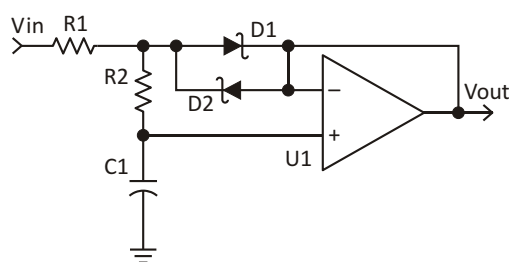

Рисунок 1. Генератор пилообразного напряжения.
1. В схеме использован малогабаритный ферритовый сердечник ($\mu = 2000$, габариты 12.7 7.15 4.90 мм) компании Fair-Rite, серийный номер которого указан на схеме (Рисунок 1).
В статье продемонстрирован простой способ формирования из ступенчатого входного сигнала пилообразного напряжения с почти постоянной скоростью нарастания. В базовой схеме используется единственный операционный усилитель (Рисунок 1). Если бы схема основывалась на интеграторе, таких усилителей, в типичном случае, потребовалось бы три.
Предположим, что для питания схемы требуется положительное напряжение, но в вашем распоряжении есть только источник отрицательного напряжения. Получить в этом случае положительное напряжение из отрицательного при достаточно высоком КПД можно с помощью стандартной микросхемы повышающего преобразователя (Рисунок 1). Напряжение на выходе повышающего преобразователя должно быть выше входного напряжения. Поскольку выходное напряжение (в нашем примере 5 В) больше уровня «земли» отрицательного входного напряжения, это правило здесь не нарушается. В
Рисунок 1. При использовании вывода земли в качестве входа отрицательного напряжения, повышающий преобразователь может эффективно стабилизировать положительное выходное напряжение.